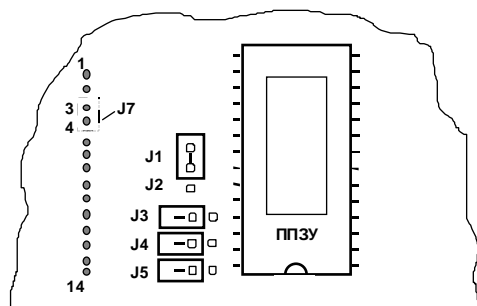

Рис. 4 Схема расположения переключателей на плате ППК ОП SPIN VB
7.3.3 Выберите режим программирования прибора путем установки необходимой комбинации переключателей J1...J5, расположенных на плате ППК ОП «SPIN VB» (см. рисунок 4),